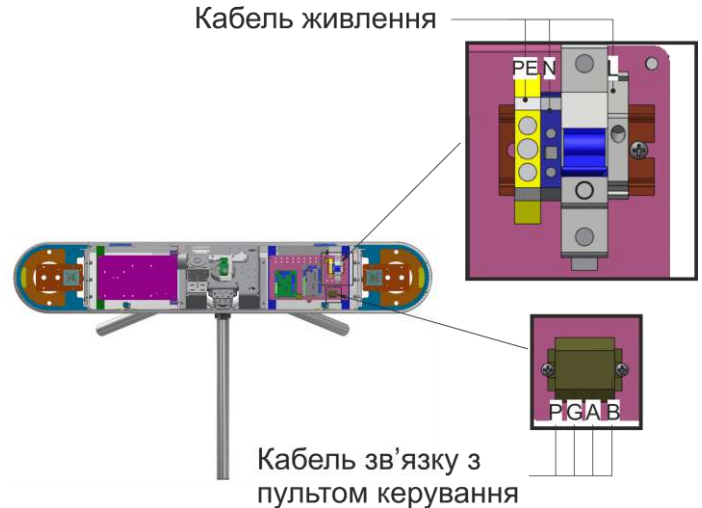

Рис. 17– Підключення кабелю живлення і кабелю зв'язку з пультом керування
11) Підключення турнікету (Рис.17):